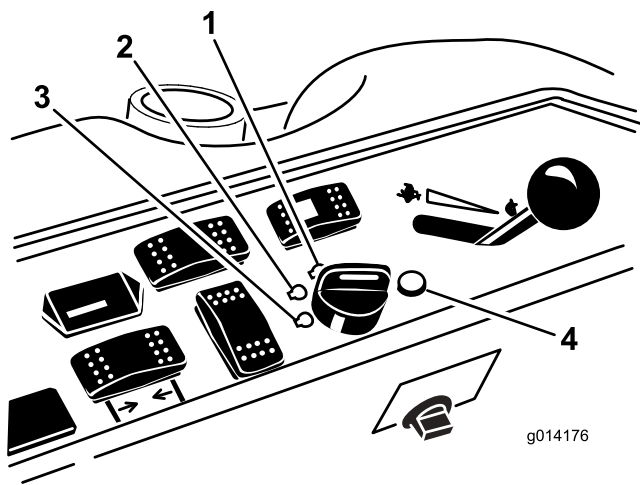

図 20
6. キーを RUN 位置に回す図 20。
3. キーを OFF 位置に回す 図 20。すべての部分が完全に停止してから運転席を立つ。